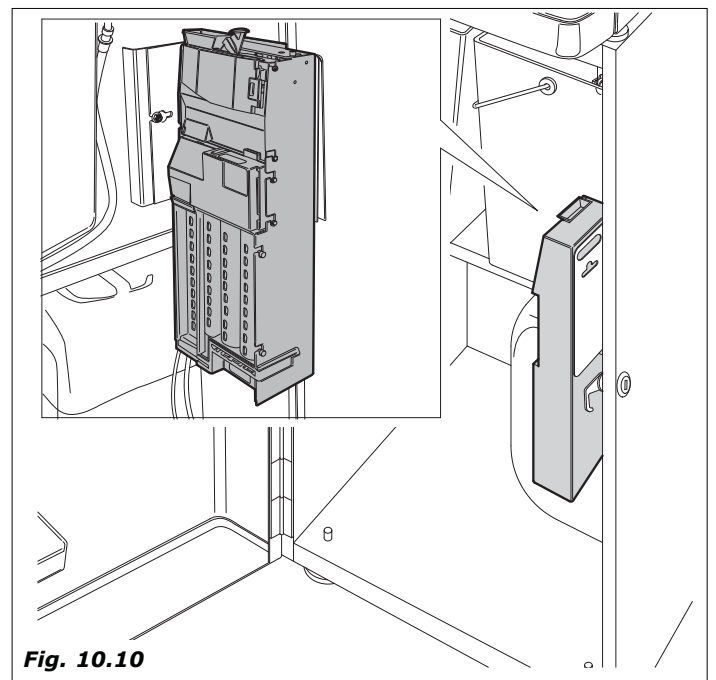

Fig. 10.10
- Assembler la boîte à pièces sur la partie inférieure du meuble en la fixant à l'équerre relative (Fig.10.10).